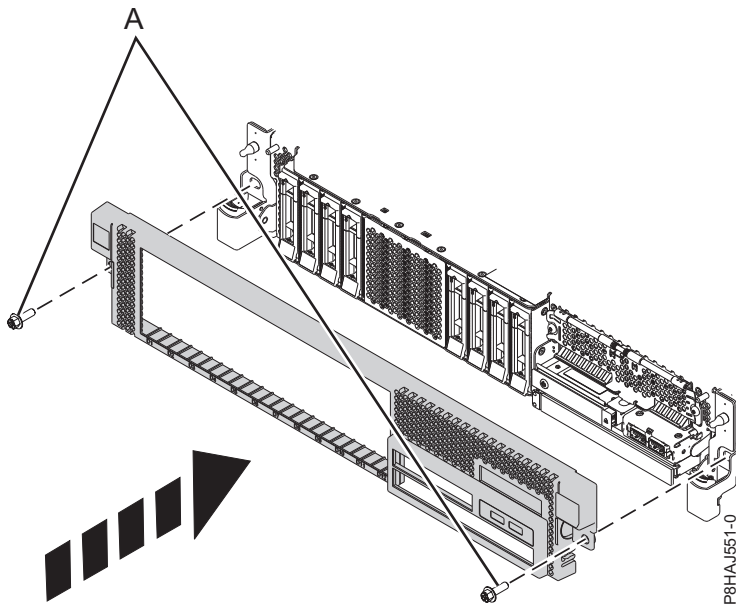

Figura 46. Instalación de la cubierta frontal
3. Cierre los pestillos de liberación empujando en la dirección que se muestra en Figura 46 en la página 62. La cubierta se insertará en su posición y dispone de una hendidura que le permite sujetarla más fácilmente.
4. Sustituya los tornillos de envío (A).